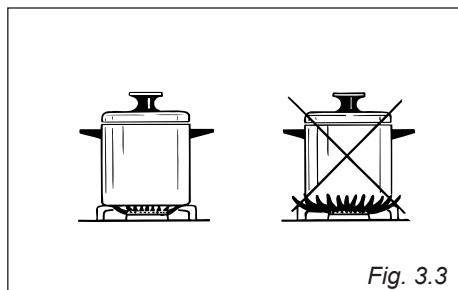

Fig. 3.3
- Raccorder les câbles de la phase et de terre à la borne terminale selon le schéma électrique de la figure 3.3.